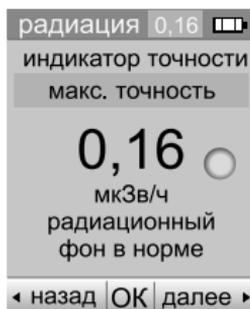

Рис. 22
1) 0,16 мкЗв/ч – нормальный радиационный фон, безопасный для человека (рис. 22).